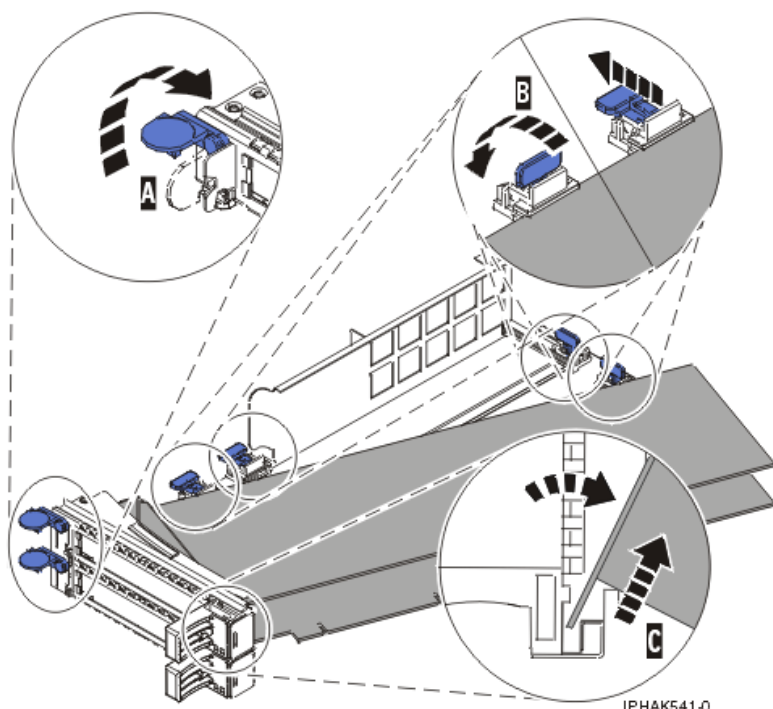

Figura 71. Adaptador que se ha quitado de la casete de adaptadores PCI
- a. Desbloquee las piezas de retención del adaptador rotando el clip de retención **A** a la posición horizontal. Vea: Figura 71 en la página 80.